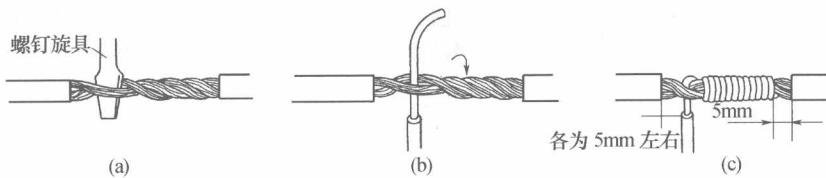

图 1-28 单股铜芯导线与多股铜芯导线的 T 字形分支连接
③ 单股铜芯导线与多股铜芯导线的 T 字形分支连接,如图 1-28 所示。连接步骤如下:
a. 如图 1-28(a)所示,按单股铜芯导线芯线直径 20 倍左右的长度剖削多股铜芯导线连接处的绝缘层,并在离多股铜芯导线的左端绝缘层切口 3mm~5mm 处的芯线上,用螺丝刀将多股铜芯线分成均匀的两组;b. 如图 1-28(b)所示,按多股铜芯导线的单根铜芯线直径的 100 倍长度剖削单股铜芯导线端的绝缘层,并勒直芯线,将单股铜芯导线插入多股铜芯导线的两组芯线中间,但单股铜芯线不可插到底,应使绝缘层切口距离多股铜芯线约 5mm;c. 如图 1-28(c)所示,用钢丝钳将多股铜芯线的插缝捏平捏紧,并将单股铜芯线按顺时针方向绕足 10 圈,注意绕线时要使每圈直径垂直于多股芯线的内轴心,且圈圈紧挨密排,最后钳断余端,去掉切口毛刺。